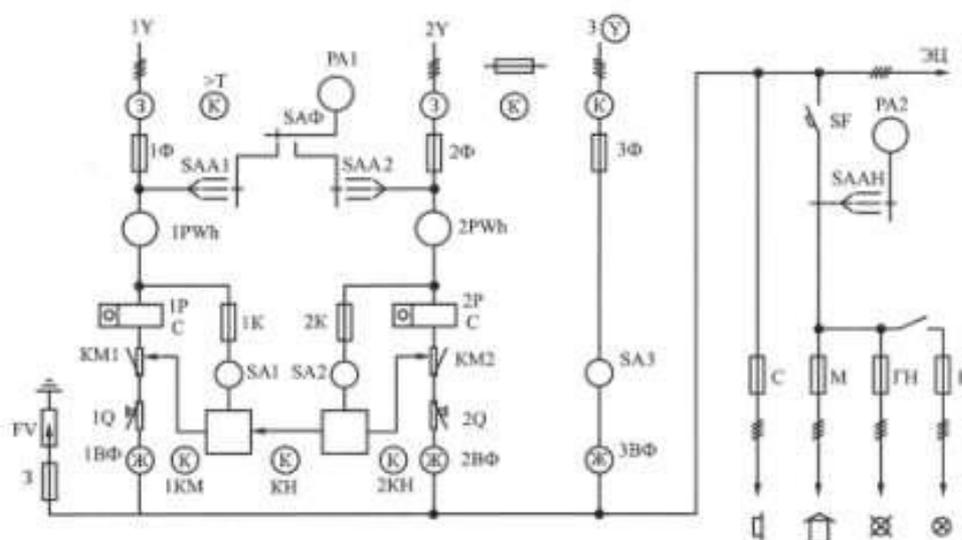

Рисунок 2. Мнемосхема разводки питания панели ПВ1-ЭЦК
7.3.3. Для удобства обслуживания на широкой двери с лицевой стороны панели ПВ1-ЭЦК отображена мнемосхема разводки питания (рисунок 2).